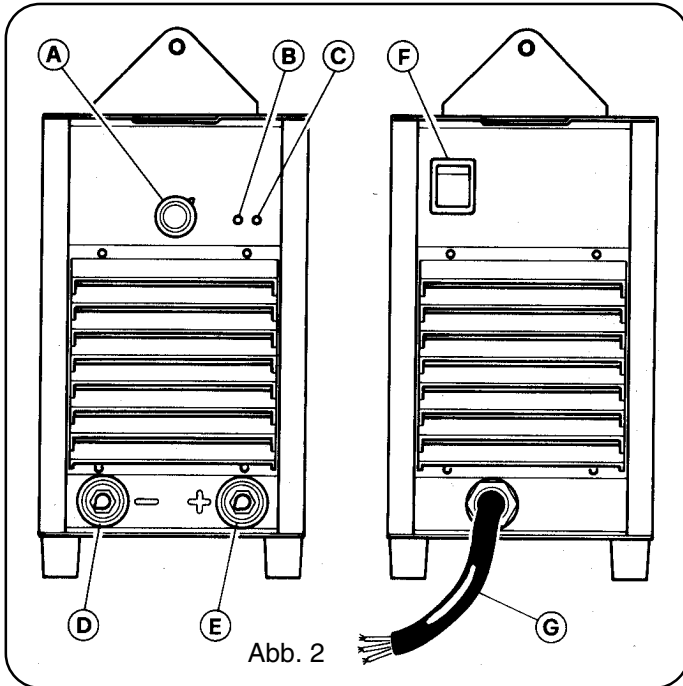

Abb. 2
Dieses Gerät ist durch einen Thermostat (25) mit Öffnungskontakt geschützt, der auf dem Wärmeableiter angeordnet ist. Wird der Thermostat ausgelöst, wird kein Strom mehr erzeugt, der Lüfter läuft jedoch weiter. Das Ansprechen des Thermostaten wird durch die Leuchtdiode (B) Abb.2 angezeigt.
Diese Einrichtung befindet sich auf der Primärwicklung des Transformators und wird bei Störung im elektronischen Leistungsteil ausgelöst. Das Ansprechen der Schutzeinrichtung wird durch das Aufleuchten der Leuchtdiode Abb.2 angezeigt. Beim Aufleuchten dieser Leuchtdiode, die Schweißmaschine ausschalten und wiedereinschalten. Leuchtet die Leuchtdiode erneut auf, wenden Sie sich an die nächste Kundendienststelle.
- Prüfen, ob der Schalter (F) Abb. 2 auf 0 bzw. der Netzstecker gezogen ist, dann die Schweißkabel anschließen. Für die Polung die Angaben des Elektrodenherstellers beachten. Die Klemme des Massekabels mit dem Werkstück verbinden. **SEHR WICHTIG:** für einen einwandfreien Betrieb dieses Gerätes und um Stromabfall zu vermeiden, soll man sich versichern,
- Das Netzkabel (G) Abb.2 anschließen: Wird ein Stecker verwendet, muß dieser entsprechend bemessen sein; der gelb-grüne Leiter des Netzkabels muß an den Erdungstift des Steckers angeschlossen werden.
- Die Maschine mit dem Schalter (F) Abb.2 einschalten. **ACHTUNG: ELEKTRISCHER SCHLAG KANN TÖDLICHE FOLGEN HABEN**
• Das Netzkabel (G) Abb.2 anschließen:
• Die Maschine mit dem Schalter (F) Abb.2 einschalten.